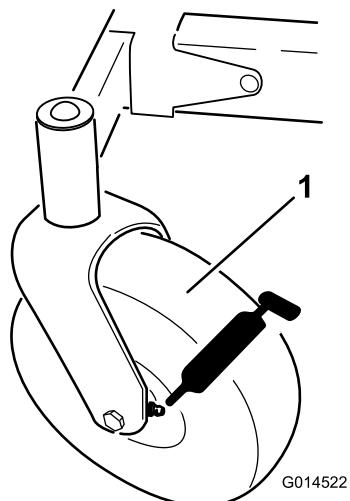
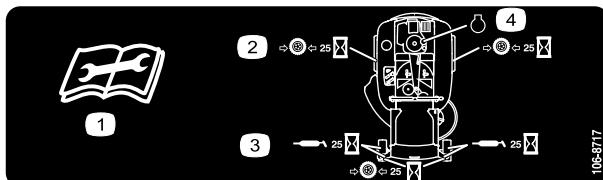

Figura 25
Figura 26
3. Limpie con un trapo los puntos de engrase (Figura 25 y Figura 26). Asegúrese de rascar cualquier pintura que hubiera sobre los puntos de engrase.
5. Conecte una pistola de engrasar a cada punto de engrase (Figura 25 y Figura 26). Bombee grasa hasta que empiece a rezumar grasa de los cojinetes.